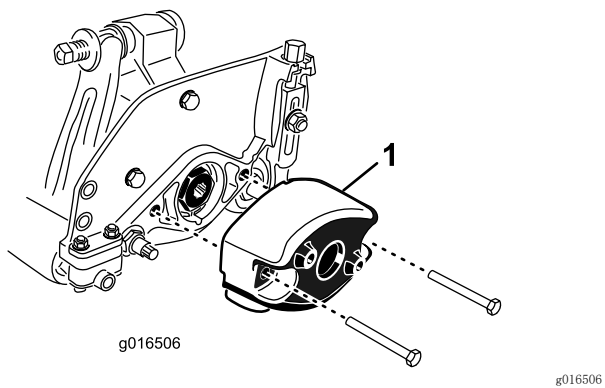

图9
- 拆下将配重块固定到滚刀组左端的 2 个螺栓。拆下配重块（图9）。
- 在滚刀组右端的 O 形圈上涂抹一薄层润滑脂，用之前拆下的螺栓安装配重块（图9）。上紧螺栓扭矩至  $16 \sim 20\text{N} \cdot \text{m}$ 。